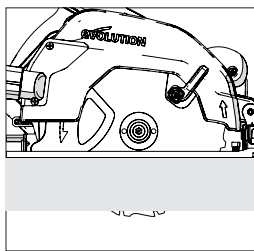

Рис. 12
- В большинстве случаев глубина пропила должна устанавливаться на толщину разрезаемого материала с прибавлением половины длины зубца пильного диска (от кончика зубца до основания). (Рис. 12)
(13) РЕГУЛИРОВКА УГЛА РЕЗКИ